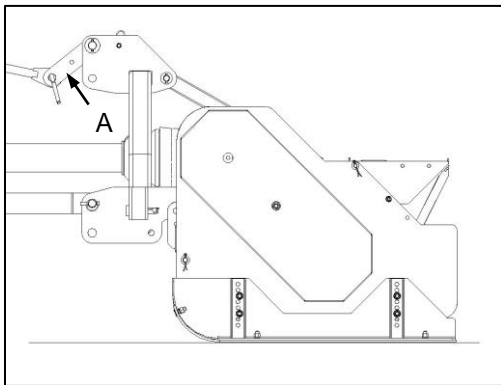
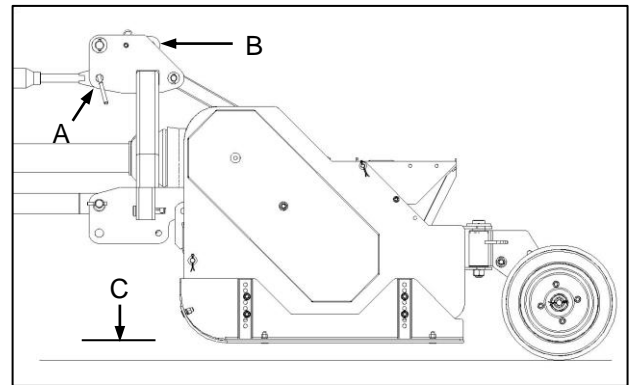

Fig. 1
Fig. 2
- the height-adjustable side panels and skids (Fig. 1) or
- the articulated, adjustable rear wheel sets (Fig. 2).
- die hoogteverstelbare sypanele en glystukke (Fig. 1) of
- die geartikuleerde, verstelbare agterwielstelle (Fig. 2).
- ⊖ Note that, regardless of the chosen attachment configuration (Fig. 1 / Fig. 2) above, this implement must NEVER be operated in reverse. This includes any attempt to reverse when the implement is in contact with the ground. Failure to observe this requirement will result in structural and mechanical failure not covered under warranty.
- ⊖ Let daarop dat ongeag die gekose hegstukkonfigurasie (Fig. 1 / Fig. 2 bo), hierdie implement NOOIT in trurat bedryf moet word nie. Dit sluit enige poging in om agteruit te stoot terwyl die implement in kontak met die grond is. Versuim om hierdie vereiste na te kom sal tot strukturele en meganiese onklaarraking lei wat nie onder waarborg gedek word nie.
Use of the adjustable side panels with skids requires the use of the break link (Fig. 1-A) provided on the implement hitch frame for attachment of the tractor top link.
Use of the articulated rear wheel sets requires the tractor top link to be attached DIRECTLY to the implement hitch frame clevis (Fig. 2-A), while the break link may be stowed in the position shown (Fig. 2-B).
- ✔ Adjust the tractor 3-point hitch top link to level the implement in relation to ground level (Fig. 2-C).
Gebruik van die verstelbare sypanele met glystukke vereis die gebruik van die knakskakel (Fig. 1-A) op die implementhaakraam vir die aanheg van die trekker-boskakel.
Gebruik van die geartikuleerde agterwielstelle vereis dat die trekker-boskakel DIREK aan die implementhaakraamvurk (Fig. 2-A) gekoppel word, terwyl die breekskakel in die aangetoonde posisie (Fig. 2-B) gestoor kan word.
- ✔ Verstel die trekker se 3-punt-haak-boskakel só dat die implement parallel met die grond is (Fig. 2-C).